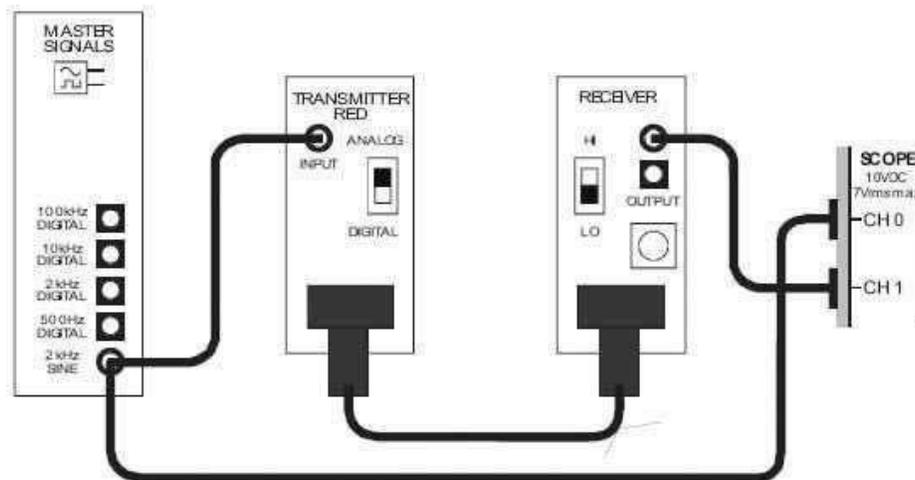
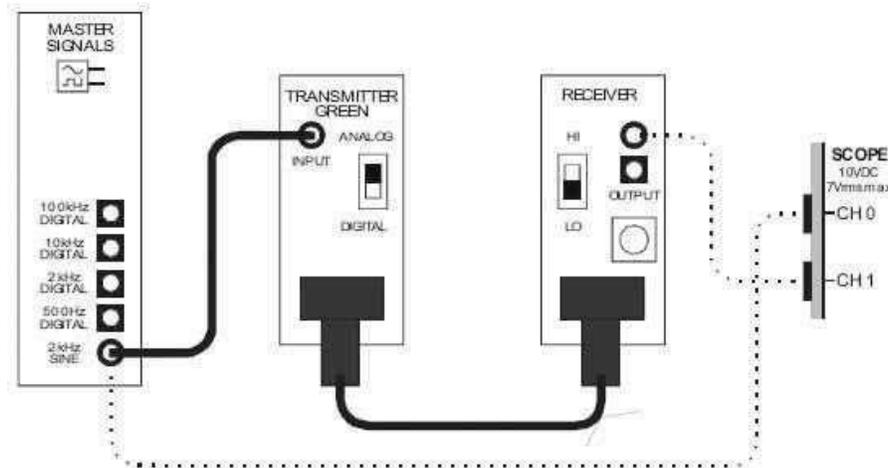

Figura 1
Figura 4
4. Construir el circuito como se muestra en la Figura 1.
- Utilizar uno de los conductores con menores pérdidas para el circuito de la Figura 1.
9. Modificar el circuito como se muestra en la Figura 4, sustituyendo el transmisor con LED rojo por el transmisor con LED verde en modo analógico.
Nota: El circuito de la Figura 1 y la Figura 4 es probable que produzcan diferentes amplitudes del mensaje a la salida del receptor. Entre las posibles razones están: 1) La diferencia en los coeficientes de transmisión de LED rojo y verde; 2) La diferencia en la sensibilidad del detector para el receptor de luz a diferentes longitudes de onda. entre los voltajes de entrada y salida de los filtros WDM que debe ser la misma para cada voltaje de entrada (suponiendo una respuesta lineal del filtro).